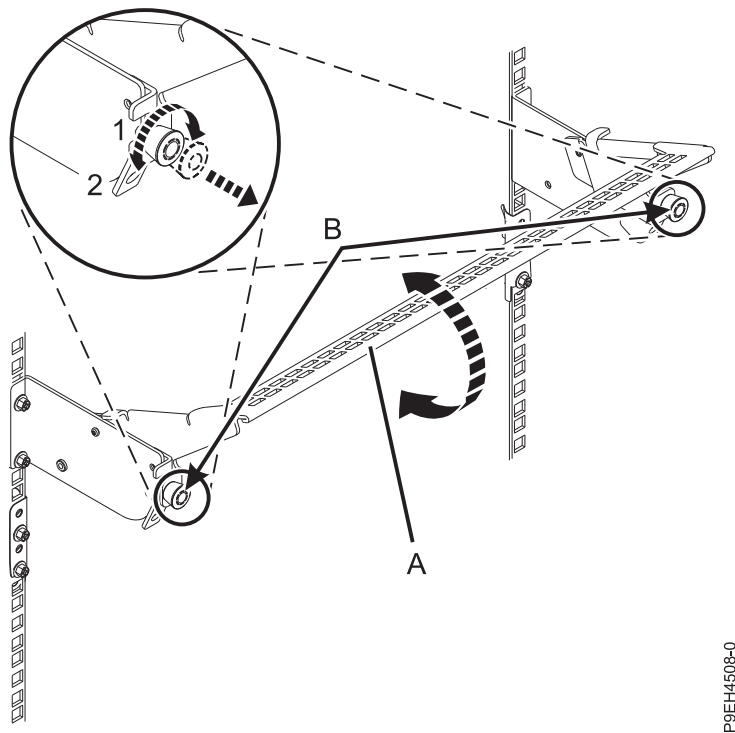

Figure 2. Placement du crochet de routage des câbles en position de maintenance
4. A l'arrière du tiroir d'extension EMX0 PCIe3, placez le crochet de routage des câbles en position de maintenance. Voir figure 2, à la page 3.